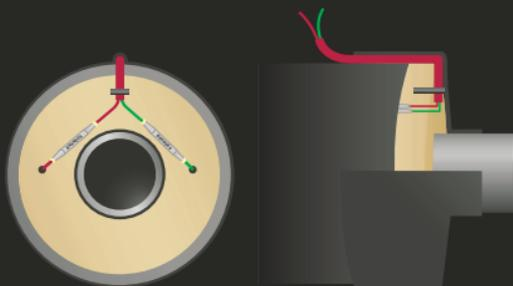
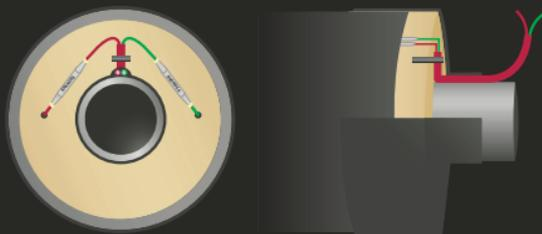

Abb. 1 / Fig. 1
Abb. 2 / Fig. 2
I. d. R. wird das **BS-SL2 Kabel** zwischen dem PE-Mantelrohr und der Endkappe herausgeführt (Abb. 1), kann aber auch zwischen der Endkappe und dem Mediumrohr (Abb. 2) herausgeführt werden.
Usually, **BS-SL2 cables** are led out between the PE jacket pipe and end cap (Fig. 1) but may also be fed out between the end cap and the pipe being used for the medium (Fig. 2).